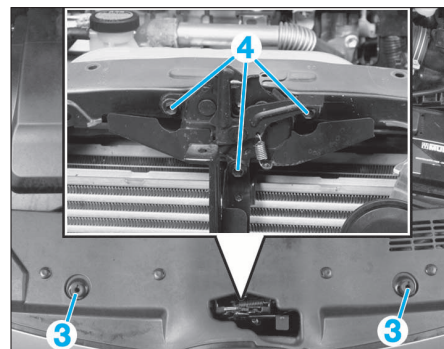

FIG. 12
- les vis de fixation (2).
- les butées (3) en les vissant ou les dévissant plus ou moins pour régler la hauteur (fig. 12).
- les vis de fixation de la serrure du capot moteur (4).